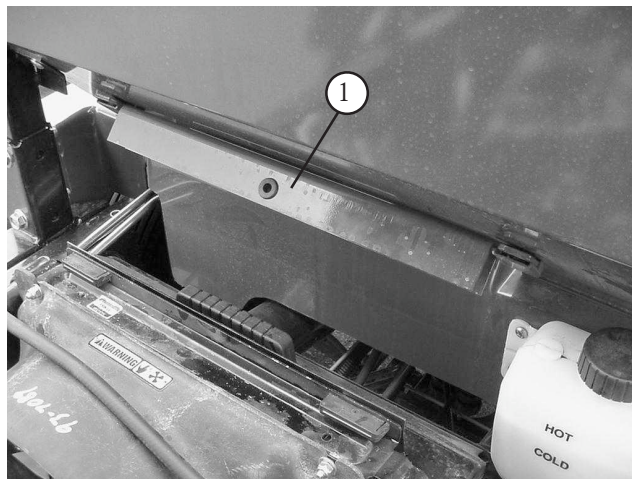

図 39
2. 座席後部のフレームに収納してある安全サポートを取り出す（図39）。